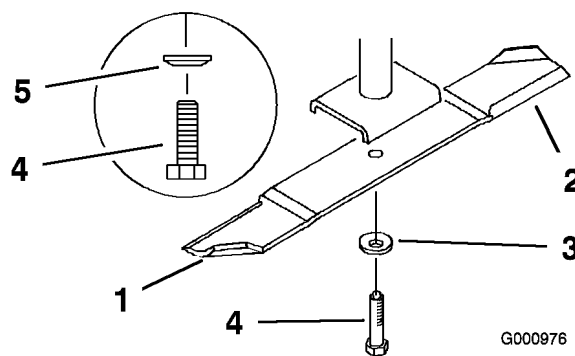

Bild 80
2. Entfernen Sie die Messerschraube, Federscheibe und das Messer von der Spindelwelle (Bild 80).
seiner horizontalen Position bleibt, ist es ausgewuchtet und kann wiederverwendet werden. Feilen Sie, wenn das Schnittmesser nicht ausgewuchtet ist, vom Flügelbereich des Messers etwas Metall ab (Bild 80). Wiederholen Sie diesen Vorgang, bis das Messer ausgewuchtet ist.
1. Setzen Sie das Messer auf die Spindelwelle (Bild 80).
2. Setzen Sie die Federscheibe und die Messerschraube ein. Der Konus der Federscheibe muss bei der Installation in Richtung Schraubenkopf zeigen (Bild 80). Ziehen Sie die Messerschraube mit 115 bis 150 Nm an.